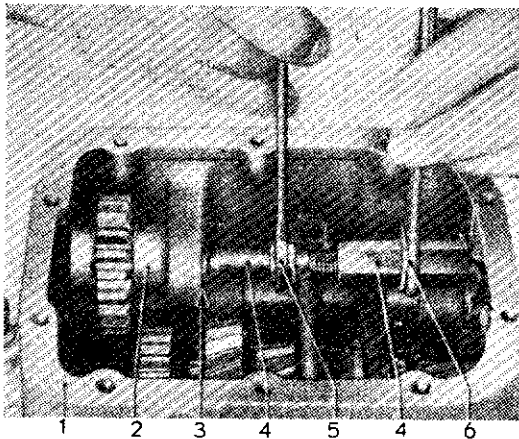

Fig. 39. — Extraction de l'axe de renvoi de marche arrière
- A l'aide de l'extracteur SW 208 (voir fig. 39), sortir l'axe de renvoi de marche AR et récupérer la bille de positionnement.